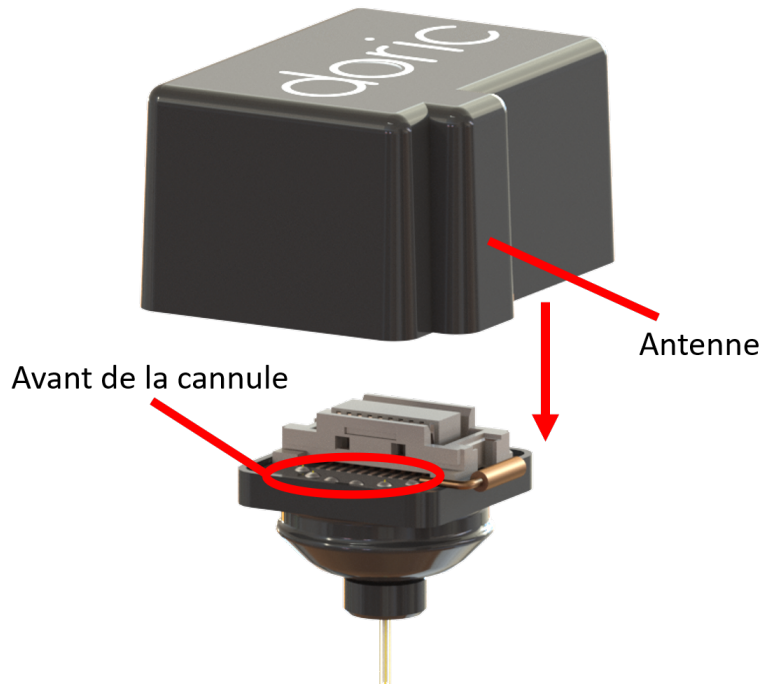

Figure 2.4 – Placement du module d'enregistrement sur la canule
4. Le module d'enregistrement est connecté à la canule à l'aide d'un connecteur emboîtable. Pour que les deux éléments se connectent correctement, l'antenne du module d'enregistrement doit être orientée vers l'avant de la canule, comme indiqué dans Figure 2.4.